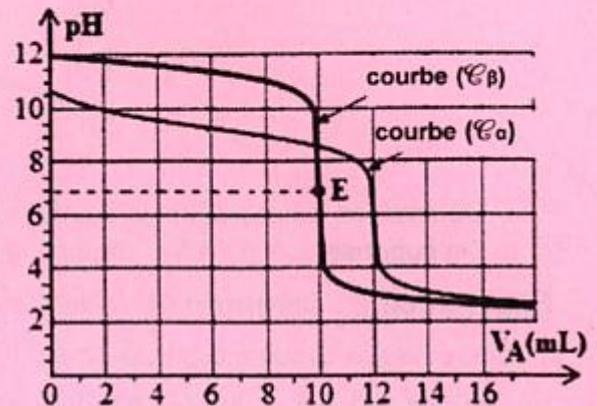

figure-1
On obtient les courbes (\mathcal{C}_α) et (\mathcal{C}_β) de la figure-1 correspondants respectivement aux dosages des échantillons prélevés des flacons F_2 et F_3 .
- 2) En exploitant les courbes (\mathcal{C}_α) et (\mathcal{C}_β) de la figure-1 :